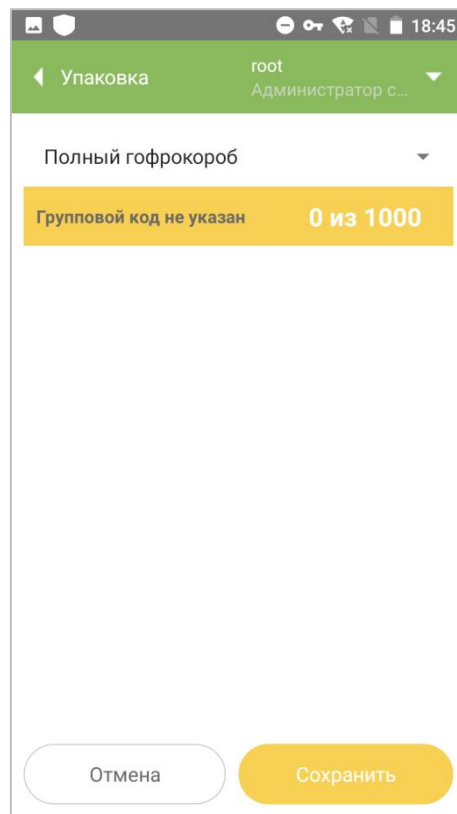

Рисунок 2.1
1. Нажать на иконку «Упаковка» в главном меню приложения. Откроется окно для сканирования группового кода гофрокороба (Рисунок 2.1).